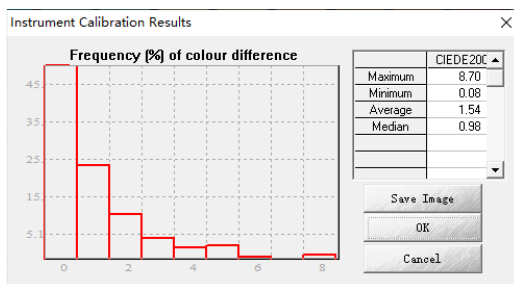

图 5-11 仪器校准结果
7、定位准确并校准完成后，将出现一个如图 5-11 对话框，显示校准结果：